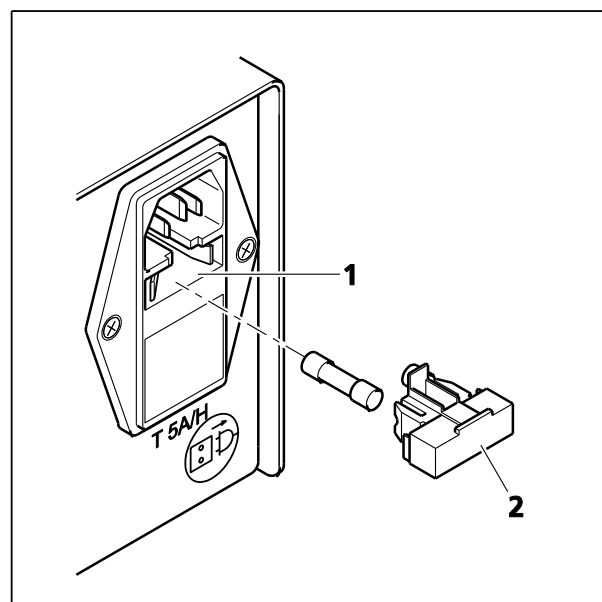

Figure 5-1 Remplacement des fusibles, p. ex. au niveau du bloc d'alimentation externe de 12 Vcc 100 W
- Extraire le porte-fusible (Figure 5-1/2) en tirant vers l'avant et le sortir complètement de la boîte à fusibles (Figure 5-1/1).